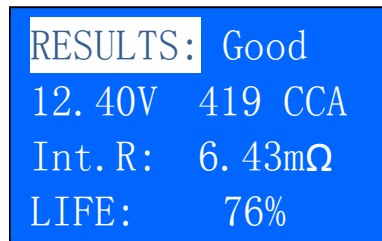

Figure 68
4. Drücken Sie  um fortzusetzen. Die Ergebnisse werden in der Form angezeigt, was als letztes geprüft wurde. (Abb. 68)